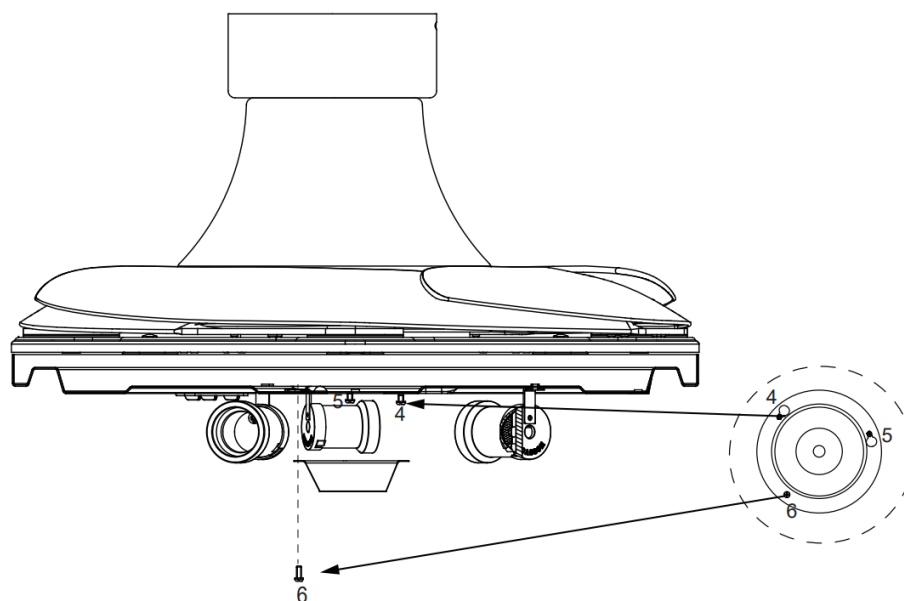

Fig. 10
5. Afloje el tornillo (6) de la placa del juego de luces. Alinee los dos tornillos de cabeza ranurada con las ranuras (4) y (5) de la tapa de la placa del juego de luces. (Fig. 10)
6. Gire la tapa en sentido antihorario hasta que los tornillos de cabeza ranurada queden bien fijados en el extremo de las ranuras (6).
7. Fije el tornillo (6) a la tapa de la placa del juego de luces. Apriete los tres tornillos. No los apriete en exceso.